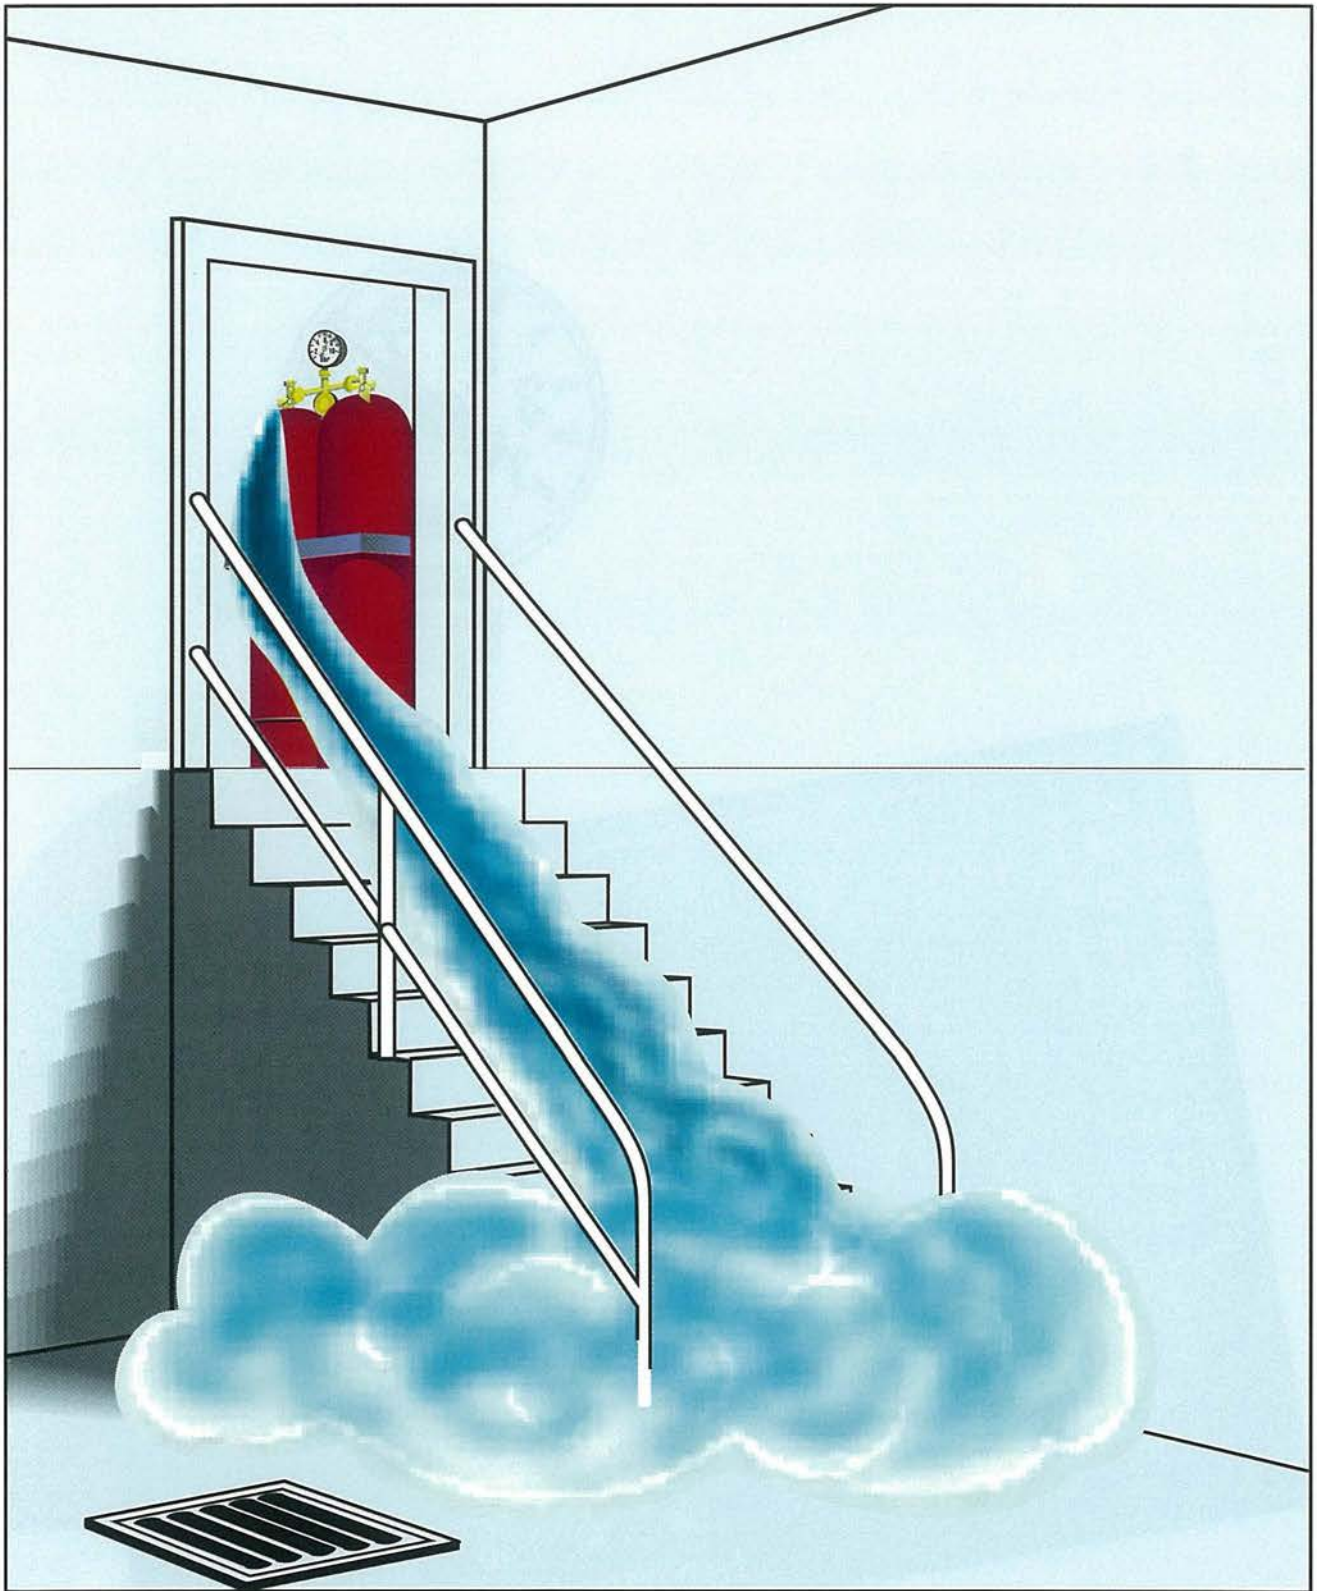

Figure 7: Mode d'écoulement des gaz liquéfiés
- Compte tenu de leur densité, le butane et le propane en phase gazeuse sont près de deux fois plus lourds que l'air; ils ont donc tendance à s'écouler vers le bas et à s'accumuler, comme les liquides, en partie basse (figure 7).